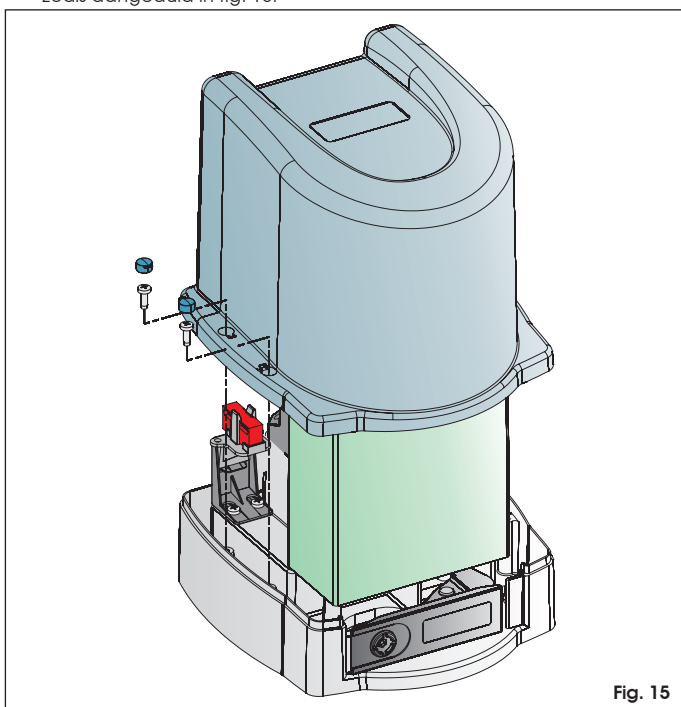

Fig. 15
3. Zet, na het automatische systeem te hebben getest (par. 5), de beschermingskap op de aandrijving met behulp van de bijgeleverde schroeven zoals aangeduid in fig. 15.